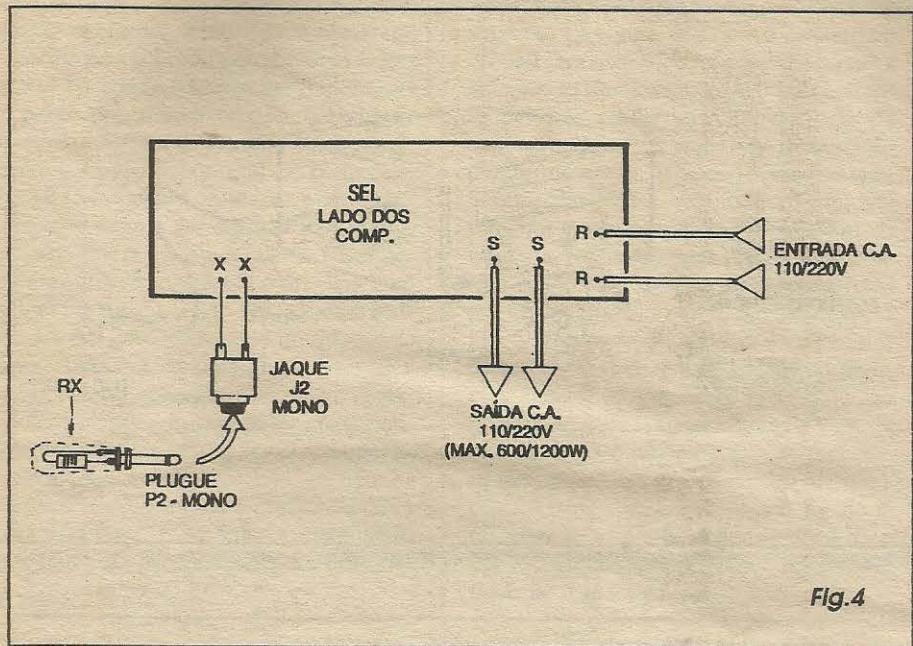

Fig.4
- **FIG. 4 - CONEXÕES EXTERNAS À PLACA** - Pela própria organização do circuito, e a partir do *lay out* básico da placa, as conexões feitas *do impresso para fora* são todas muito simples, detalhadas no diagrama que mostra novamente o impresso pela sua face não cobreada (agora, momentaneamente *esquecendo* as peças que já estão colocadas e soldadas *sobre* a placa...). O jaque/*buraco da fechadura*, deve ter seus terminais ligados aos pontos **X-X** da placa (no caso, não existem preocupações de polaridade, nem no jaque, nem no plugue que contém **Rx**...). Aos pontos **R-R** deve ser ligada a rede C.A. local, através de um par de cabos isolados no conveniente calibre, ou seja: compatíveis com os níveis de potência/corrente envolvidos e comandados... A partir dos pontos **S-S** saem os cabos isolados (também em calibres compatíveis...) que vão à saída de potência para o aparelho, circuito, dispositivo, maquinário, a ser controlado pelo SEL... Na prática, as conexões de entrada/saída de C.A. podem ser feitas através de pares de conectores parafusáveis tipo *Sindal*, para maior elegância e facilidade... Observar ainda, na figura, o
Para calibrar o circuito, de modo que ele apenas possa reconhecer a única e verdadeira chave/código resistiva, uma maneira prática e rápida é ligar uma lâmpada (para tensão correspondente à da rede local...) à saída do sistema (fios que vão aos terminais S-S, na FIG. 4), ligar os fios R-R à rede C.A. local, enfiar o plugue/chave no respectivo jaque e, lentamente, girar o trim-pot, para lá e para cá, até se obter o acendimento da lâmpada! É bom notar que tal ponto é muito específico e único, e que andando o giro do knob do trim-pot, um pouquinho para lá ou um pouquinho pra cá, imediatamente a lâmpada/carga apagará (indicando que a calibração saiu do ponto ideal...).